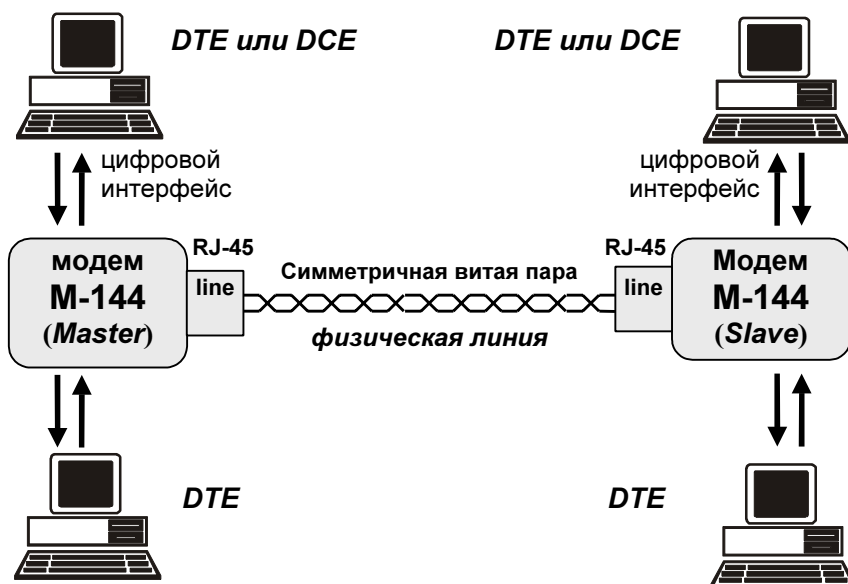

Рис. 13. Схема соединения модемов
Схема соединения модемов для организации дуплексного канала связи приведена на Рис. 13. Назначение контактов линейного разъема приведено в приложении (см. Приложение 1). В качестве линейного разъема применяется восьмиконтактная вилка **RJ-45**. В любом случае, для подключения к физической линии используются только два средних контакта. Полярность при подключении к проводам линии значения не имеет. Остальные контакты необходимо оставить незадействованными (за исключением случая использования специального грозозащитного заземления. Модемы с такой грозозащитой поставляются по специальному заказу).
1. Соединить модемы в соответствии со схемой, приведенной на Рис. 13 (стр.14).